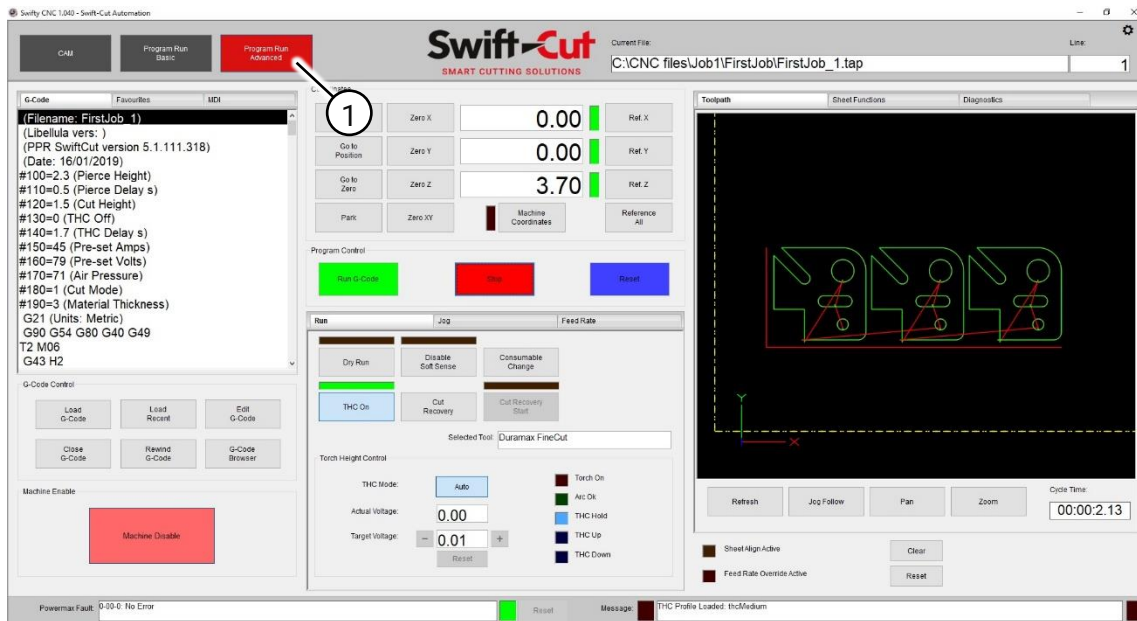

Fig. 74 Venster Programma uitvoeren, geavanceerd
1. In het venster 'Program Run Advanced' (Fig. 74 (1)) vindt u functies die niet in het venster 'Program Run Basic' beschikbaar zijn.